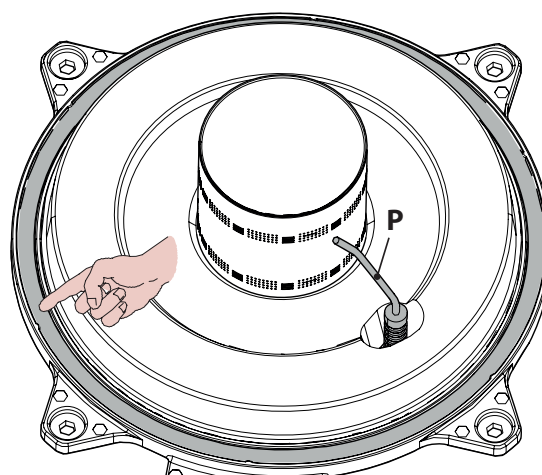

Figura 9.13
- La guarnizione in silicone della parete frontale della camera di combustione Figura 9.13 deve essere cambiata se deteriorata.
- L'elettrodo di accensione/rilevazione **P** in Figura 9.13 funge anche da sensore per il corretto scarico della condensa.